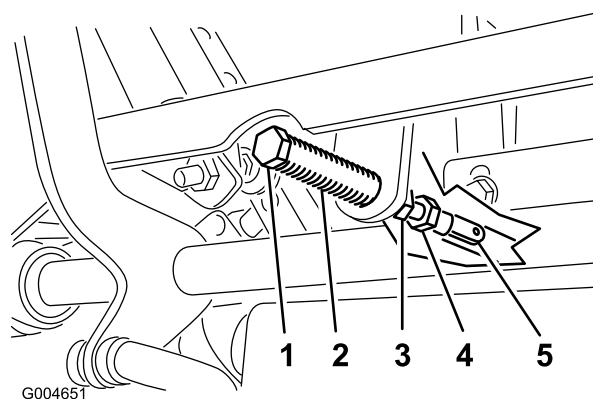

Figure 72
5. Tirez-le ensuite en arrière jusqu'à ce que l'axe de chape (situé sur un bras au-dessus de l'axe de pivot) touche l'extrémité de l'encoche (c.-à-d. commence juste à appuyer sur le ressort) (Figure 72).
7. Si un réglage s'impose, desserrez l'écrou et l'écrou de blocage vissés contre la chape (Figure 72).
8. Appliquez une légère pression à l'arrière du levier, et tournez la tête du boulon de réglage dans le sens voulu pour centrer le levier à la position de verrouillage au point mort (Figure 72).
9. Serrez l'écrou et l'écrou de blocage (Figure 72).
- Serrez les écrous de blocage contre les rotules (Figure 72).